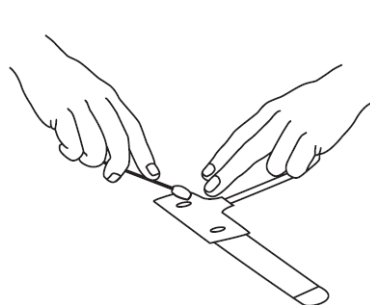

Рис. 1
- 1) Для дряблой кожи липкость медицинского клея можно уменьшить или удалить, протерев клеевые участки ватным тампоном или марлей (см. Рис. 1).